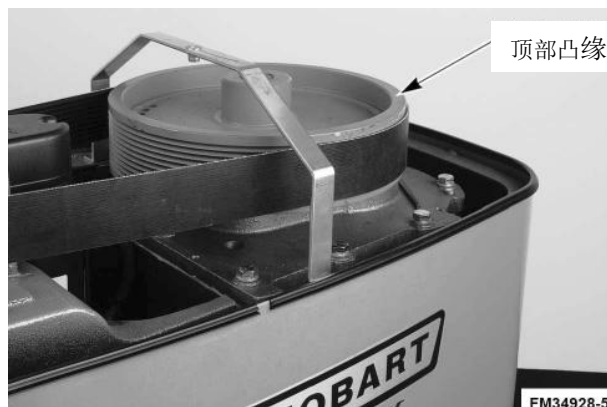

图1
- 将水平仪置于大带轮的顶部凸缘（图 1）。根据需要调整底座垫片，校准设备左右、前后水平。